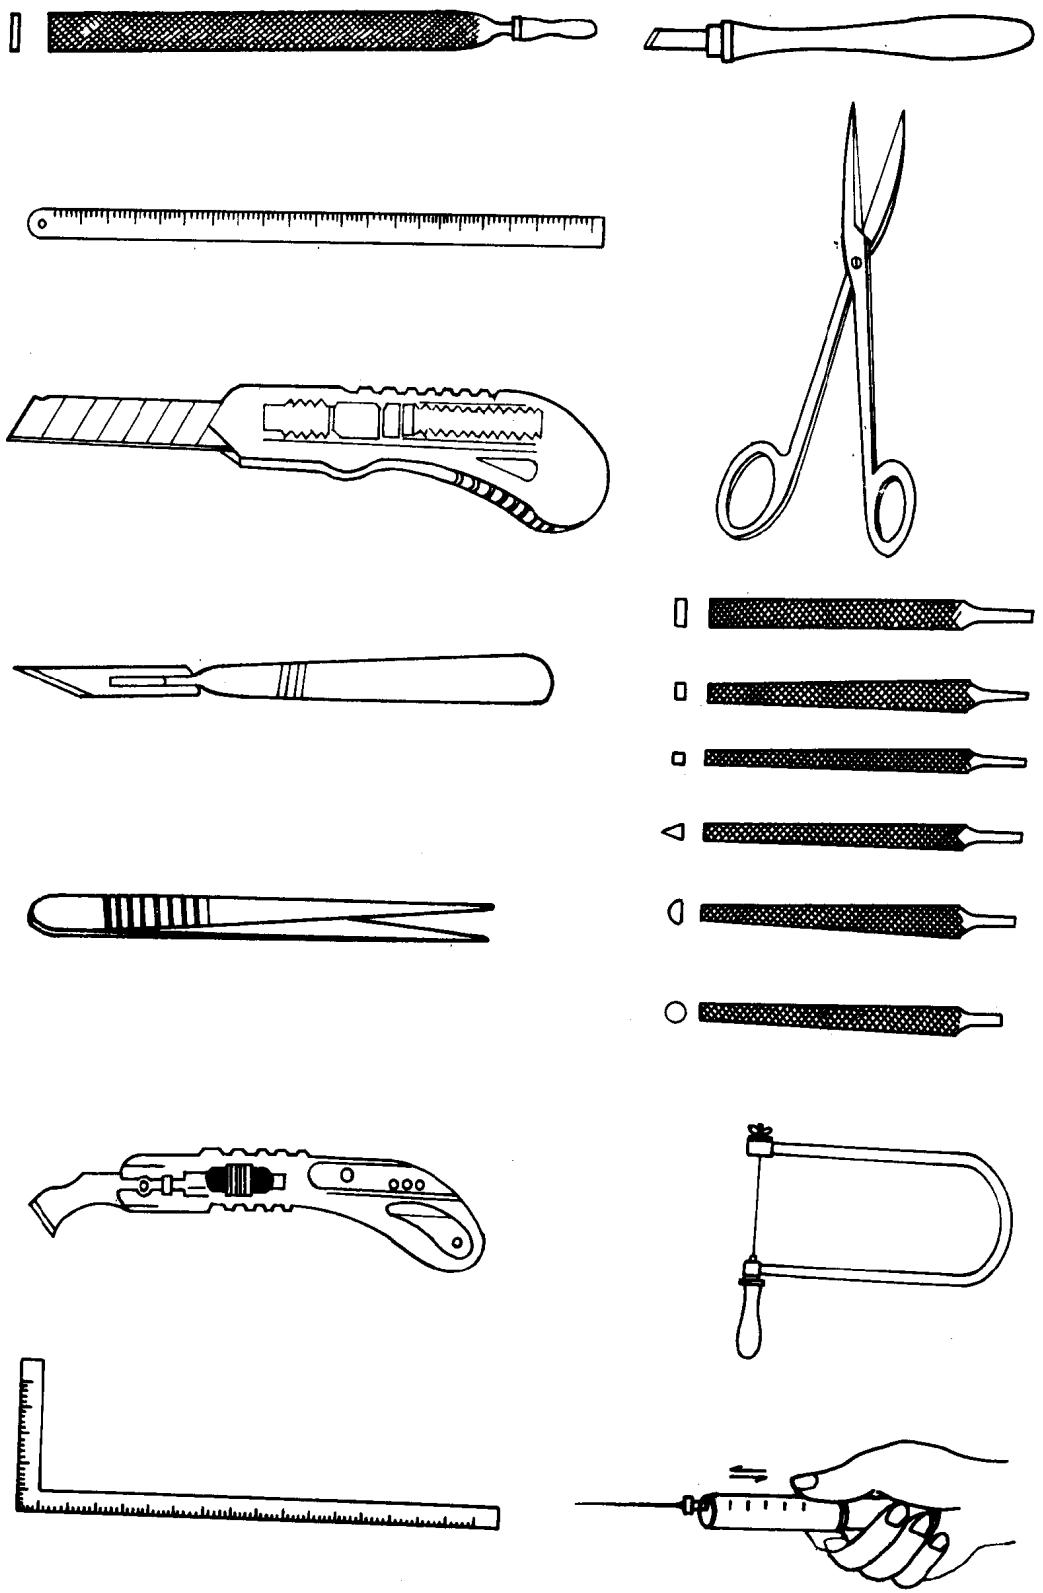

图 1 基本工具
⑤木工不锈钢曲尺 在制作模型时，90度是常用的角度，因此有一把标准的木工曲尺会给工作带来极大方便。
⑥手术刀 3号手术刀柄配上11号手术刀片是制作模型时很理想的工具，用于划线、切割。
⑦手术剪刀 手术剪刀和各种剪刀是制作模型时的必需工具。一般情况下制作者每人应有大、小两把剪刀备用。
⑧平板锉 模型毛坯的加工离不开平锉，以30厘米的平板细齿锉为宜。
⑨组锉 各种规格的组锉都应备齐，规格越全越好。
⑩医用玻璃注射器 粘接有机玻璃片需要三氯甲烷，粘接赛璐珞时需用丙酮。这两种溶剂极易挥发，如果使用时把它们装在玻璃注射器里用多少，打出多少，十分方便。一般注射器应选5毫升为宜，注射针头应选5、6、7号即可。
⑪墙纸刀 它是现代装修专用工具，原用于切割墙壁纸、制作模型时可用来切割卡纸、吹塑纸、苯板、及时贴等。刀片上有斜痕，当刀刃不快时可掰掉一段。
⑫镊子 制作细小构件时特别需要镊子来帮助，修钟表用的镊子制作模型也特别好用。上述12种基本工具参见图1。
(2) 辅助工具
①圆规 制图用圆规可用于卡纸、吹塑纸、植绒纸等。
②划规 钳工用划规可在有机玻璃片上划线、等分，但需要将尖端磨好，应选用50毫米和150毫米两种。
③电烙铁 35瓦内热式和75瓦外热式两把电烙铁必备，它能对小面积有机玻璃片加热变形。
④三棱比例尺 制图用比例尺可放、缩建筑立面。
⑤拉花锯 锯割有机玻璃片专用工具。能锯割任意厚度的有机玻璃片。锯条有两种，分单向锯条和万向锯条。锯条的安装与拉花锯的使用详见拉花锯说明书。
⑥台砂轮 可对模型毛坯、工具等粗加工，应选用150毫米或微型砂轮机。砂轮片应选用60~150粒为宜。
⑦木工拉刨 在切割大张有机玻璃片时，用拉刨刨起第一条边时能保证毛料边的平直。
⑧卷尺 钢卷尺应选用2米为宜，量取一般长度都能够用，而且便于携带。
⑨锤子 不论羊角锤或圆头锤都可用。最好备有大、中两把以便用于不同的工作。